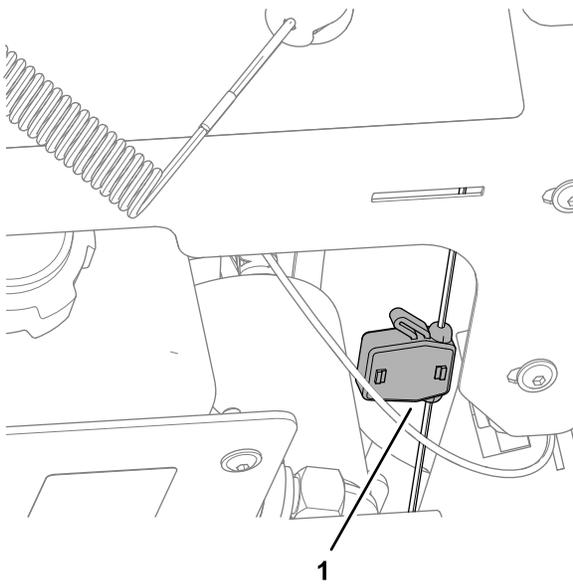

Figure 85
2. Ouvrez le couvercle du porte-fusibles (Figure 85 ou Figure 86).
3. Sortez le fusible de son emplacement dans le porte-fusibles (Figure 85 ou Figure 86).
4. Insérez un fusible du même type dans l'emplacement dans le porte-fusibles (Figure 85 ou Figure 86).
5. Refermez le couvercle du porte-fusibles jusqu'à ce qu'il s'enclenche en place (Figure 85 ou Figure 86).